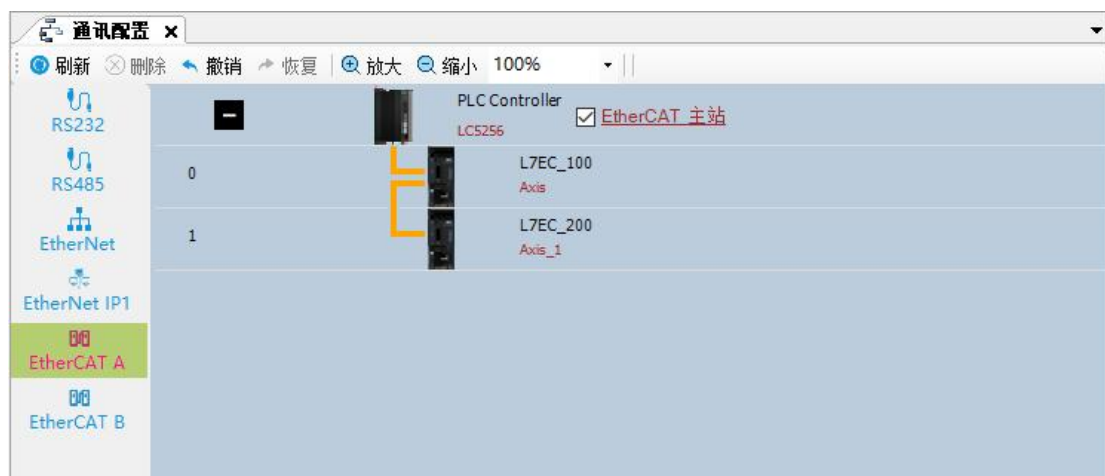

图 14.13 手动添加设备
- c) 用户根据自己的需要，在“网络设备”中选择设备，双击可将对应的设备添加到组态中，如图 14.13 所示，添加 L7EC_100 和 L7EC_200 两个驱动器；